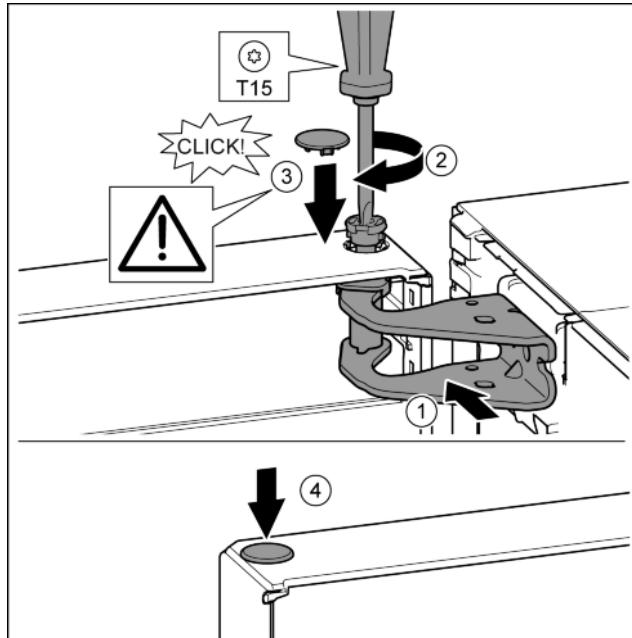

Fig. 24
- Poravnajte gornja vrata prema otvoru u podlošku ležaja. *Fig. 24 (1)*
- Umetnute svornjak i zavijte odvijačem T15. *Fig. 24 (2)*
- Montirajte sigurnosni pokrov radi osiguranja vrata: Umetnute sigurnosni pokrov i provjerite naliježe li na vrata. U protivnom u potpunosti umetnute svornjake. *Fig. 24 (3)*
- Umetnute čep. *Fig. 24 (4)*